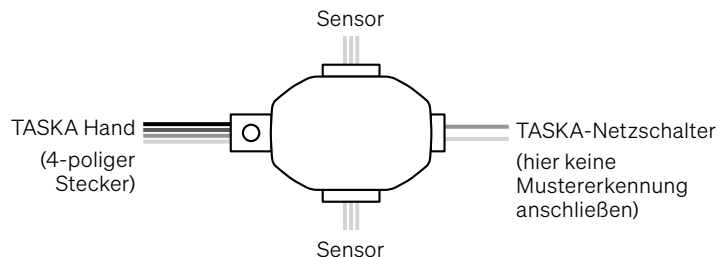

Abbildung 3: Verbinden des 4-poligen Steckers, der Sensoren und des Netzschalters mit dem Schalterblock.
Hiermit werden der Netzschalter und bis zu 2 Sensoreingänge (EMG oder anderweitig) mit der Hand verbunden. Siehe Abbildung 3 (Seite 11) für die korrekte Verkabelung.
- ▲ Es wird empfohlen, das Handgelenk mit Niedrigprofil (LP) jedes Mal zu reinigen und zu schmieren, wenn die Hand abgenommen wird. Dies muss mindestens einmal pro Jahr erfolgen, um eine gute Rotation des Handgelenkes zu gewährleisten.
- ▲ Schließen Sie die COM-Leitung nicht an den Netzschalter (Batteriestrom) an. Dies kann den Schaltkreis der Hand beschädigen. Schließen Sie den Netzschalter nur an den Schalterblock an (siehe Seite 11, Abbildung 3 für eine korrekte Verkabelung).
1. Schließen Sie den 4-poligen Stecker, die Sensoren und den Netzschalter an den Schalterblock an (siehe Abbildung 3 unten).